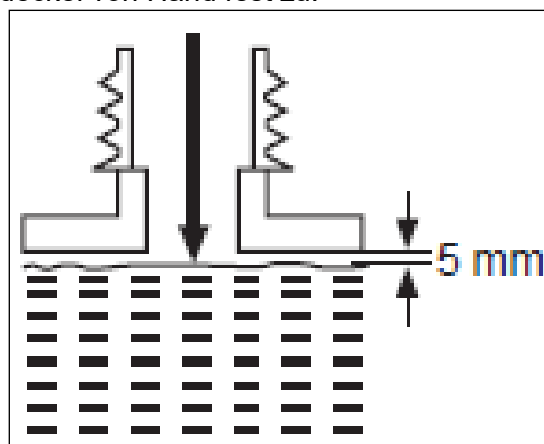

Abb. 8
Schrauben Sie den Tankverschluss auf und nehmen Sie ihn ab. (Abb. 8).
- 3) Kontrollieren Sie beim Einfüllen häufig die Ölmenge. Wischen Sie den Ölmesstab sauber, setzen Sie ihn wieder ein, schrauben Sie den Öltankdeckel zu und wieder auf und ziehen Sie dann den Messstab erneut heraus. Der Ölstand muss sich zwischen den Markierungen für Minimum und Maximum befinden. Fügen Sie bei Bedarf mehr Öl hinzu. Nicht überfüllen (Abb. 8).